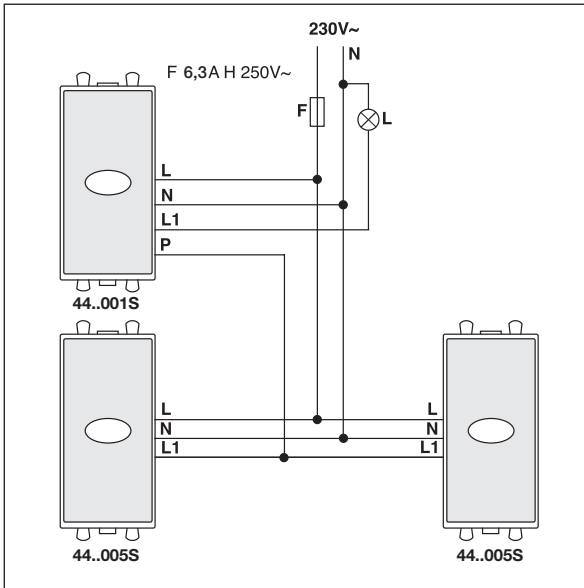

Fig. 2
- 44..005S with touch switch 44..001S (figure 2);
- 44..005S jumelé à un interrupteur à effleurement 44..001S (figure 2);